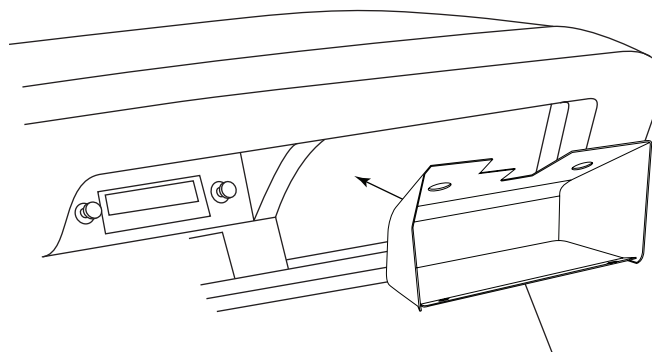

FIGURE 18
- INSTALL GLOVE BOX IN GLOVE BOX COMPARTMENT USING OEM SCREWS. SEE FIGURE 18 BELOW.